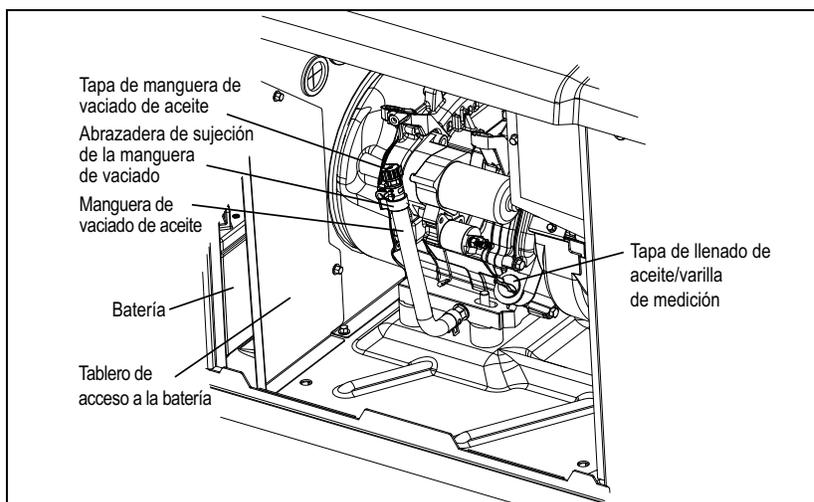

Figura 4-3: Ubicación de drenaje de aceite
4. Retire la manguera de vaciado de la abrazadera de sujeción y dirija el extremo de la manguera hacia un contenedor apropiado. Vea la Figura 4-3.